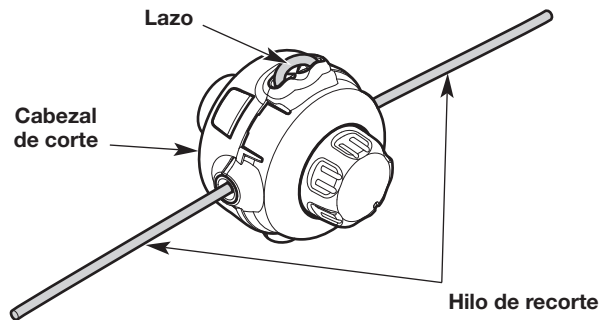

Fig. 26
1. Retire el hilo viejo del cabezal de corte. Empuje un extremo del hilo de recorte dentro del cabezal de corte hasta que sobresalga un lazo de hilo del cabezal. Tire del lazo para extraer el hilo (Fig. 26).
5. Tire de los extremos del hilo hasta que quede tenso contra el cabezal de corte. Asegúrese de que los extremos del hilo sean de igual longitud (Fig. 26). Si un extremo es más largo que el otro, empuje el extremo más largo nuevamente a través del cabezal de corte parcialmente y tire del extremo más corto hacia afuera. De ser necesario, repita el proceso hasta que ambos extremos sean de igual longitud.
6. Presione el lazo expuesto del hilo de recorte hasta que esté ajustado contra el cabezal de corte (Fig. 26).